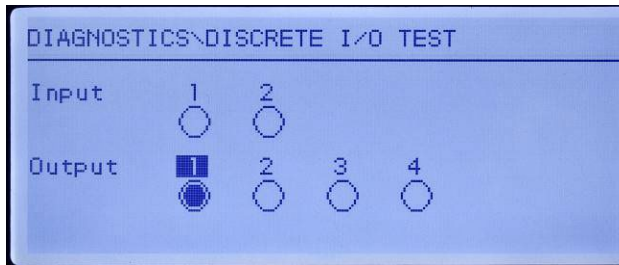

Figura 5-8: Tela de teste de E/S discreta, a saída 1 ativa
3. O foco para controle de uma saída específica é indicado por um vídeo reverso do número acima da saída. Quando uma saída estiver em foco, pressionar a tecla de navegação PARA CIMA ativa a saída. Um círculo menor sólido é exibido para indicar que a saída está ativa. Isso é mostrado na Figura 5-8.